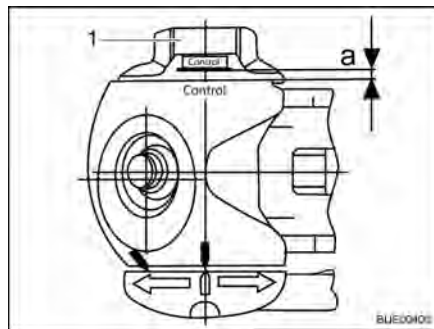

Fig. 196 Controllo usura
- Ruotare completamente la manovella (Fig. 196,1) finché non si sente la limitazione delle coppia grattare in modo percepibile. Direzione di rotazione: In senso orario.
- Distanza $a > 0$ (Fig. 196): Usura all'interno del settore ammesso.